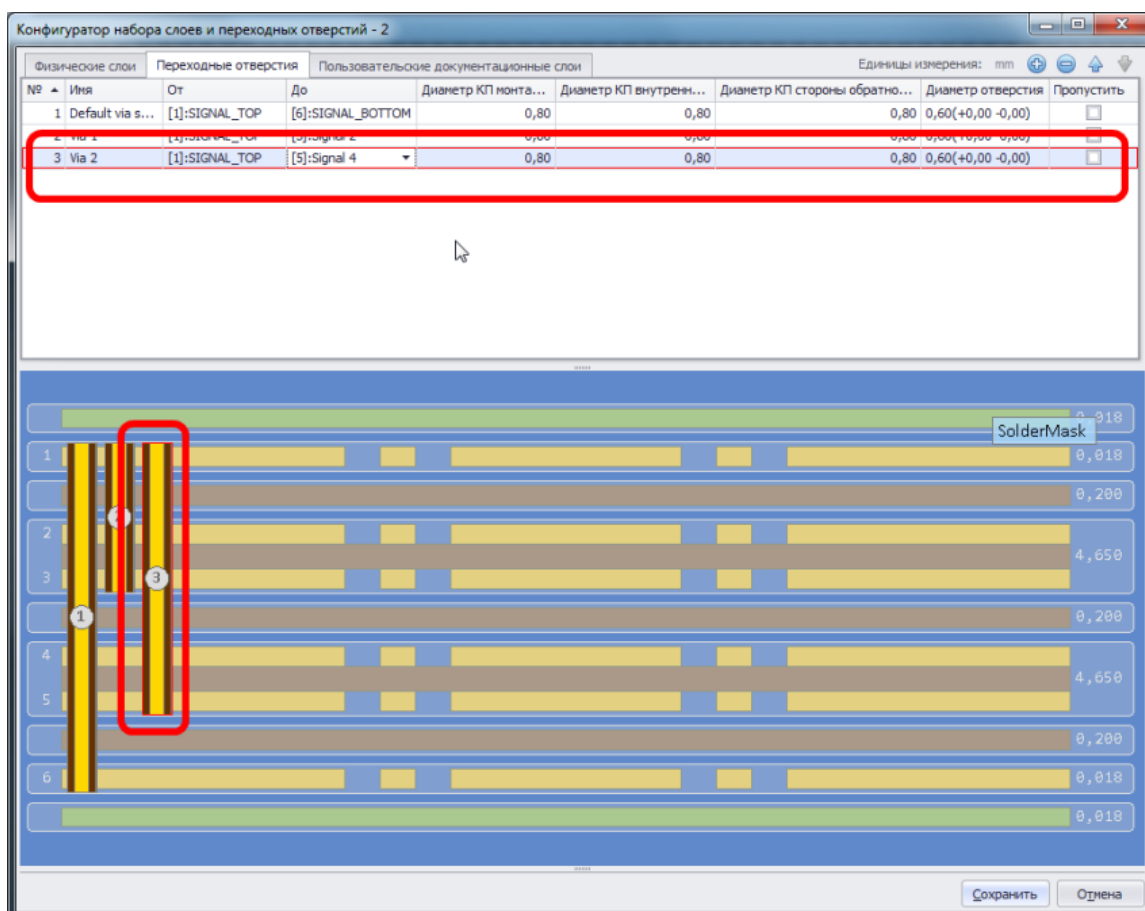

Рис. 672. Отображение нового типа переходного отверстия
3. Новый тип переходного отверстия будет определен для платы. В таблицу свойств будет добавлен новая строка, а на схеме появится новое изображение, см. Рис. 672.